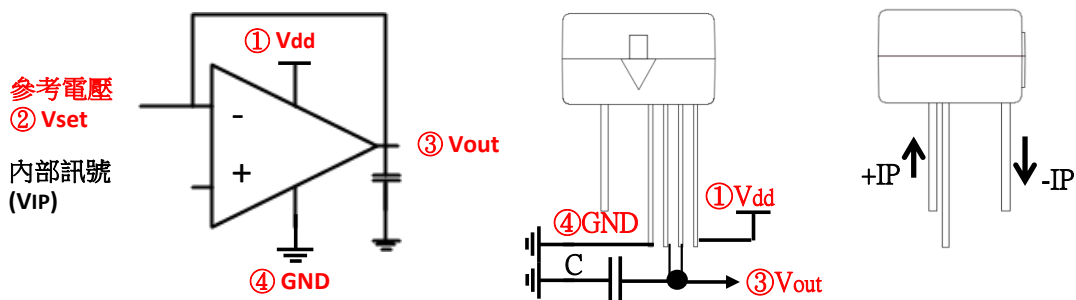

Fig. 3
**2. 量測零電流電壓  $V_{0A}$  (內部訊號  $V_{IP}$ ):**  $V_{set}$  與  $V_{out}$  短路，如圖 Fig. 3，輸出  $V_{out}$  需接電容性負載至 GND，建議值為 0.01 $\mu$ F。(內部使用比較器，比較器沒有內建相位補償電容，如果用於負回授放大會產生震盪，需於輸出端並接電容器)